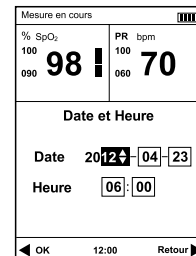

Fig. 4-2
2) Appuyez sur le bouton de navigation pour sélectionner "Date et heure" élément, puis appuyez sur le bouton OK pour accéder à l'écran de réglage de l'heure, referez à Fig.4-2